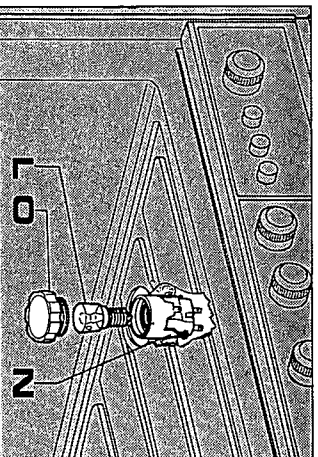

Fig. 34
- Pour remplacer la lampe du four L, dévisser la calotte de protection O (fig. 34) et remplacer la lampe par une autre résistante aux hautes températures (300°C).